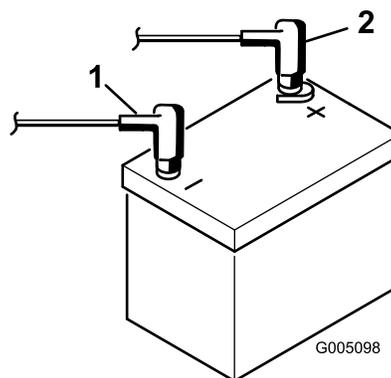

Рисунок 8
9. Подсоедините положительный кабель (красный) к положительной клемме (+), а отрицательный кабель (черный) – к отрицательной (–) клемме аккумуляторной батареи и закрепите их болтами и гайками (Рисунок 8). Наденьте на положительную клемму резиновый чехол для предотвращения возможного замыкания на массу.